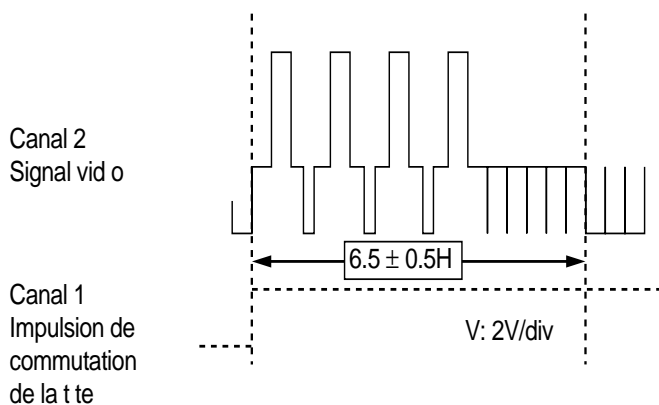

Figure 5-2.
- Vérifier que la synchronisation verticale soit de $6,5 \pm 0,5$ H et que la forme d'onde soit comme il est montré à la Figure 5-2.